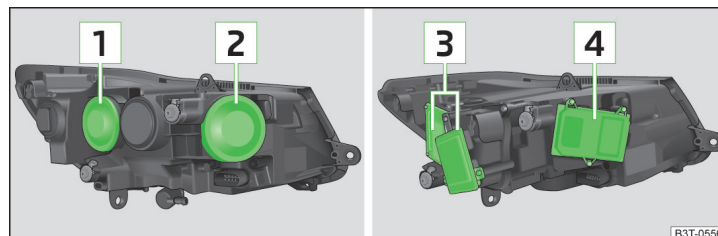

Abb. 199 Glühlampenordnung: Scheinwerfer mit Halogen-Licht / mit Xenon-Licht
- Die Gummiabdeckung **1** » Abb. 199 auf Seite 229 abnehmen.
- Die Gummiabdeckung **2** » Abb. 199 auf Seite 229 abnehmen.